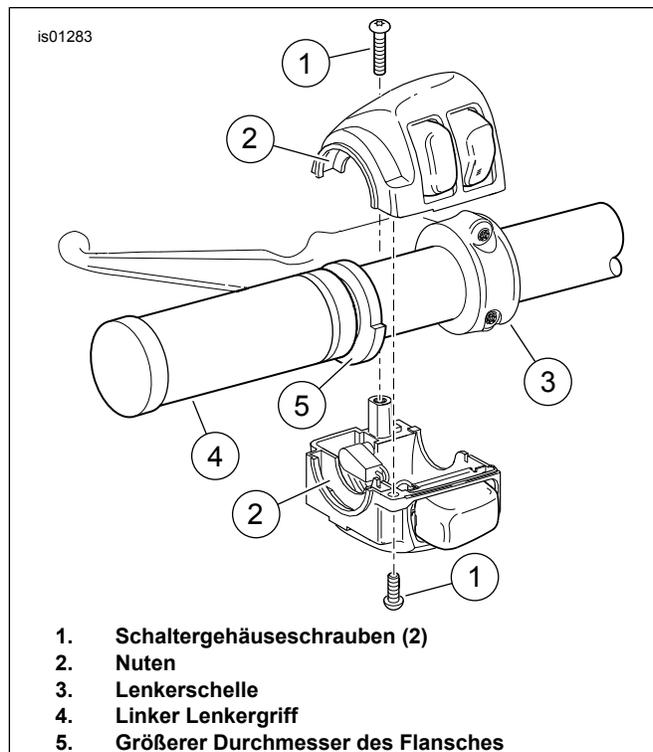

Abbildung 2. Linkes Lenkerschaltergehäuse
1. Siehe Abbildung 2. Die oberen und unteren Schaltermäuseschrauben (1) entfernen.
2. Die obere Schraube, mit der die Lenkerschelle (3) an der Kupplungshebelhalterung befestigt ist, lockern.